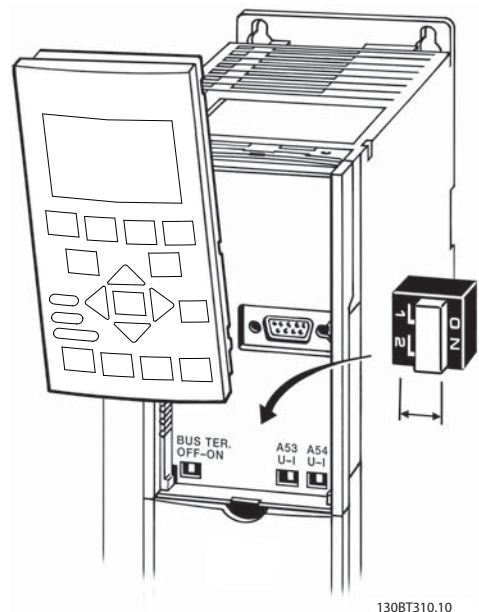

图 2.17 端子 53 和 54 开关及总线端接开关的位置
- 在拆下 键盘 后可以看到这些开关(请参阅图 2.17)。注意,设备的某些选件卡可能挡住这些开关,因此必须拆卸它们才能更改开关设置。拆卸选件卡之前,务必断开设备电源。